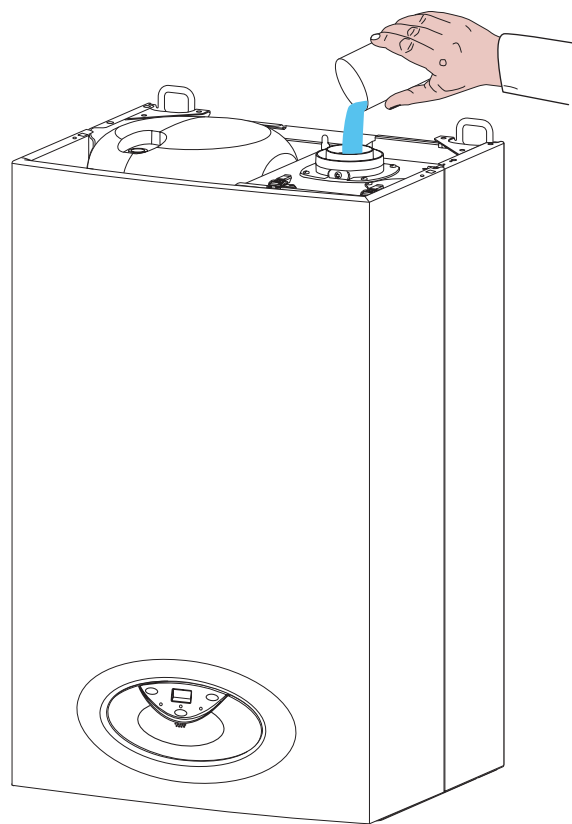

Fig. 9
**⚠ Avant la première mise en route de l'appareil, il est impératif de remplir le siphon avec de l'eau, pour cela, mettre environ 1/4 de litre d'eau par l'orifice d'évacuation des gaz brûlés avant de monter le dispositif d'évacuation (Fig.9).**